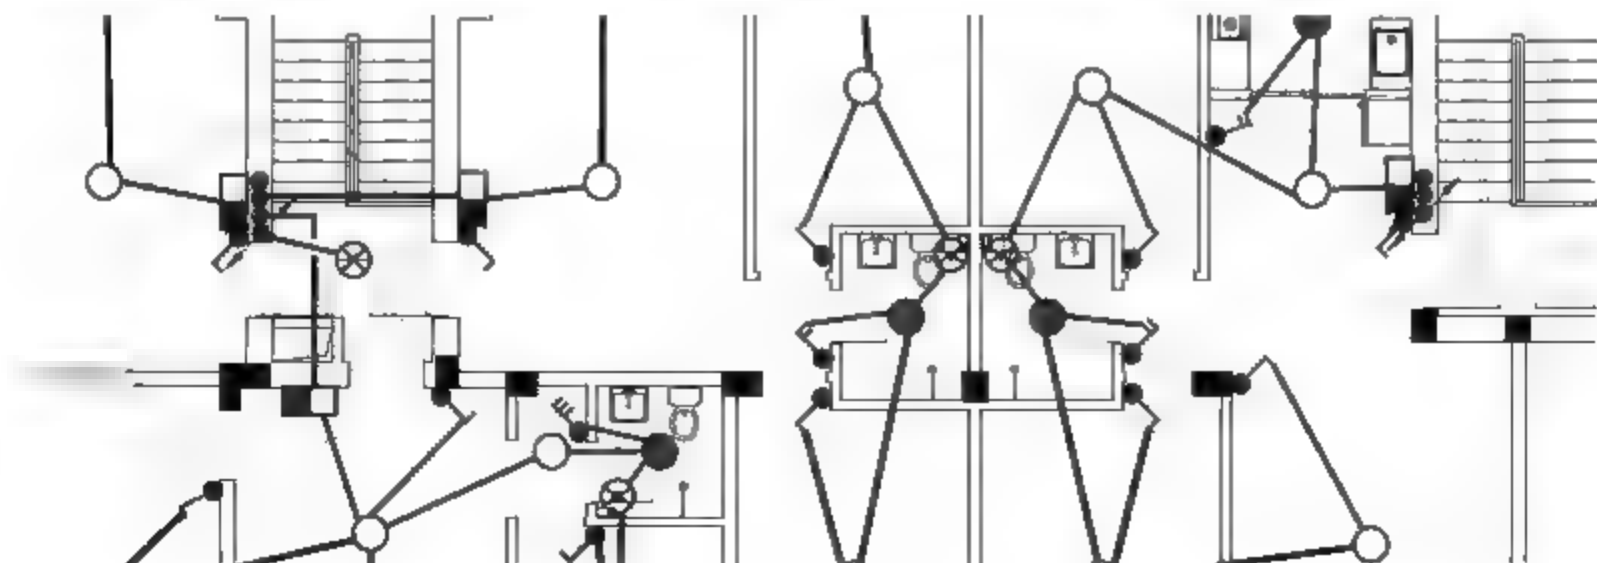

图12-10 连接箱柜与灯具
**08** 调用PL【多段线】命令，绘制箱柜与灯具之间的连接线路，如图12-10所示。